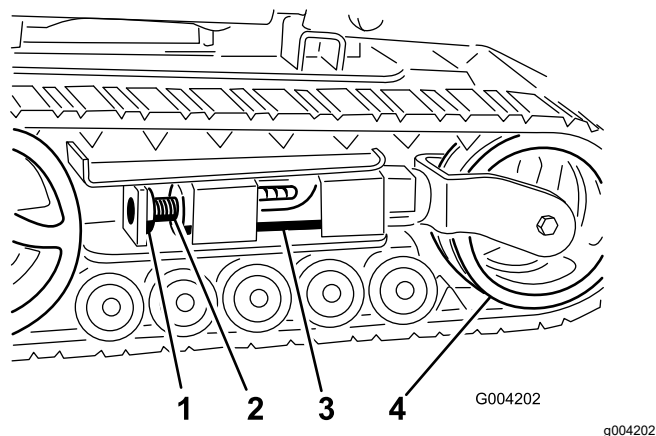
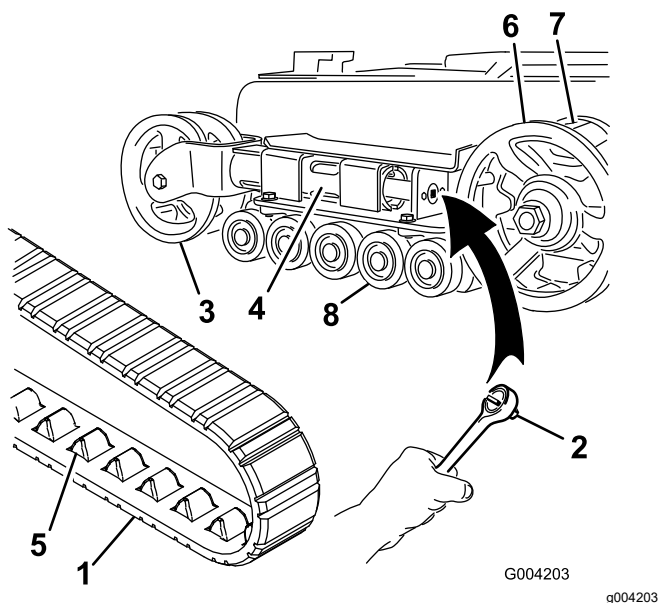
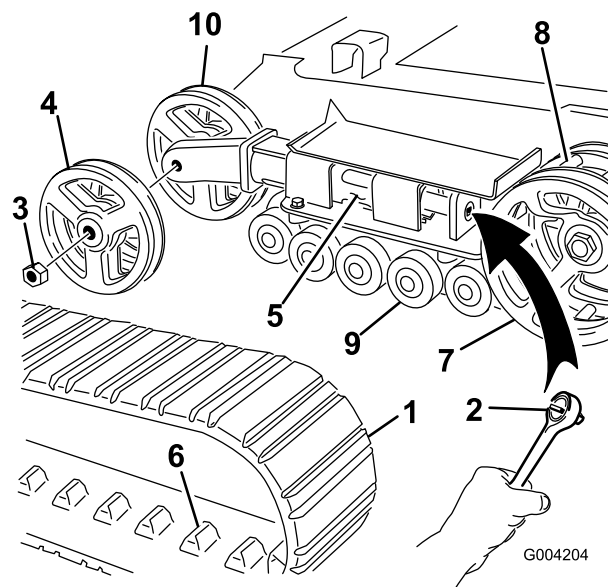

Figura 49
Figura 50
Figura 51
4. Retire el perno de bloqueo y la tuerca (**Figura 49**).
6. Alinee la muesca más próxima del tornillo tensor con el taladro del perno de bloqueo, y fije el tornillo con el perno de bloqueo y la tuerca (**Figura 49**).
Nota: Usted tiene orugas estrechas si las ruedas tensoras delanteras están montadas dentro de una horquilla en el extremo del tubo tensor (**Figura 50**).
5. Usando una llave de carraca de ½", alivie la tensión en la oruga girando el tornillo tensor en sentido horario (**Figura 49** y **Figura 50**).
- Empuje la rueda tensora hacia la parte de atrás de la unidad de tracción para mover el tubo tensor contra el bastidor (Figura 50).
- Cuando haya retirado la oruga de la rueda tensora, retírela de la rueda motriz y de las ruedas de rodaje (Figura 50).
- Comenzando en el piñón de transmisión, enrosque la nueva oruga alrededor del piñón, y asegúrese de que los dientes de la oruga queden entre los dientes del piñón (Figura 50).
- Empuje la oruga por debajo de y entre las ruedas de rodaje (Figura 50).
Nota: Usted tiene orugas anchas si las ruedas tensoras delanteras están montadas en los laterales del extremo del tubo tensor (Figura 51).
- Retire el perno de bloqueo y la tuerca (Figura 49).
- Usando una llave de carraca de ½", alivie la tensión en la oruga girando el tornillo tensor en sentido horario (Figura 49 y Figura 51).
- Empuje la rueda tensora hacia la parte de atrás de la unidad de tracción para mover el tubo tensor contra el bastidor (Figura 51).
- Retire la tuerca que fija la rueda tensora exterior y retire la rueda (Figura 51).
8. Retire la oruga (Figura 51).
9. Retire la tuerca que fija la rueda tensora interior y retire la rueda (Figura 51).
13. Instale la rueda tensora interior y fíjela con la tuerca que retiró anteriormente (Figura 51).
15. Instale la oruga nueva, asegurándose de que los salientes de la oruga encajen entre los dientes del centro la rueda motriz (Figura 51).
16. Instale la rueda tensora exterior y fíjela con la tuerca que retiró anteriormente (Figura 51).
6. Coloque el tapón engrasado sobre la cabeza del perno (Figura 50).
7. Sujete el tapón de la rueda de rodaje con la anilla a presión (Figura 50).